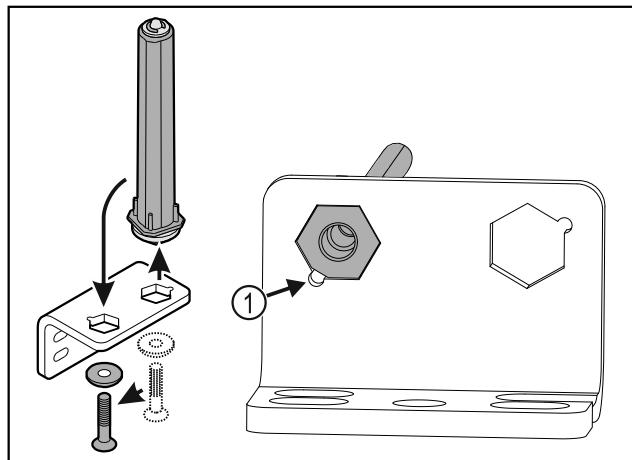

Fig. 32
- ▶ Uzmaniet, lai ieviešanas laikā tapas nošķaujums Fig. 32 (1) būtu vērsts pret apaļo caurumu.